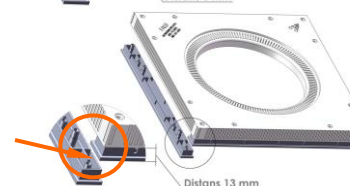

Fig 4
- **För 13 mm förhöjning** av befintligt golv, Vrid distansen så att plana änden är mot plattans hörn, se fig 4 och tryck fast distans på undersidan.